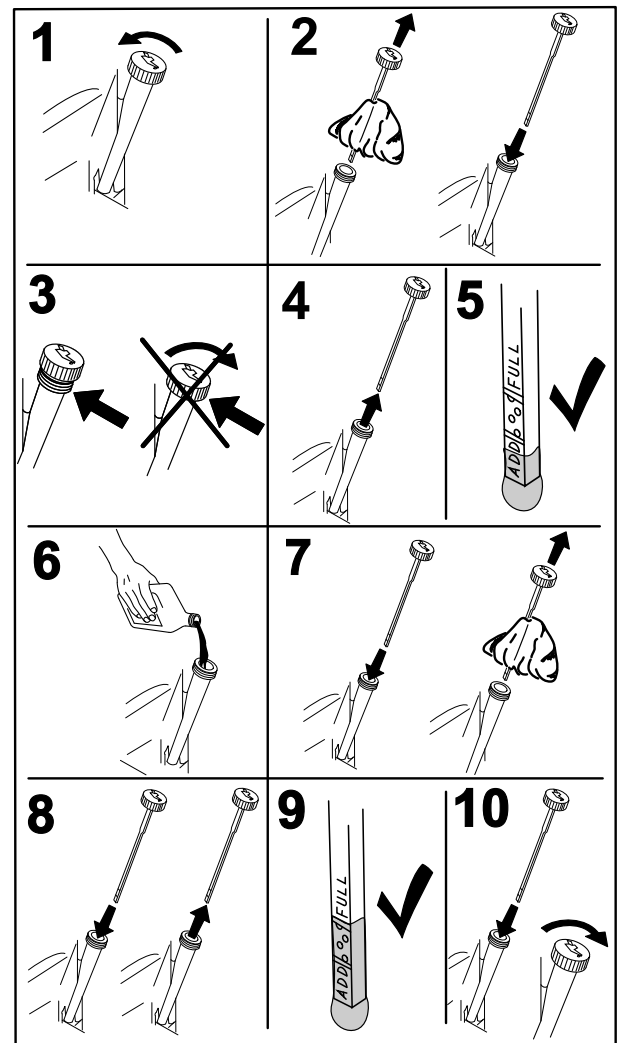

Figure 37
3. Pour éviter de faire tomber de l'herbe, de la poussière, etc., dans le moteur, nettoyez la surface autour du bouchon de remplissage/jauge de niveau d'huile, avant de l'enlever (Figure 37).